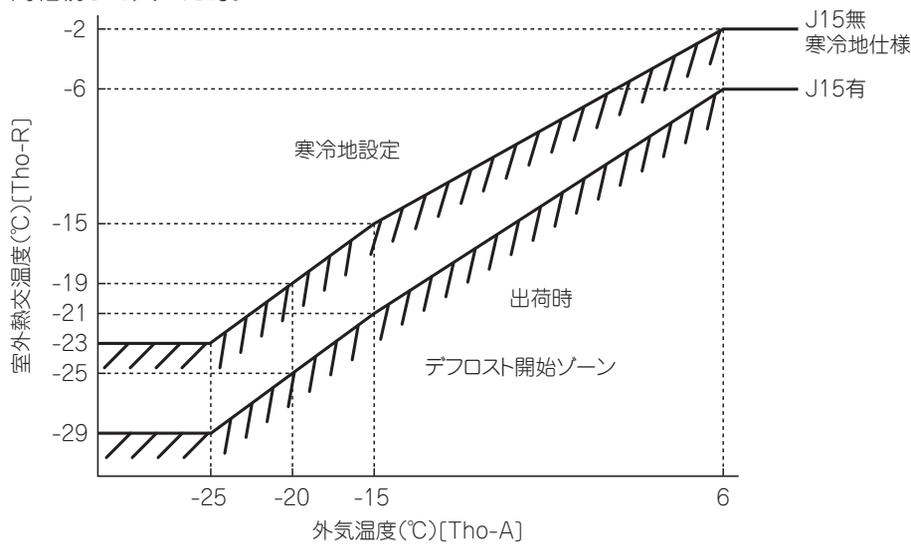

図1
- ・ 2つの室外熱交温度 (Tho-R1, R2) の低い方が、外気温度 (Tho-A) によって定まるデフロスト領域（図 1 参照）に 180 秒間継続して入ったとき。